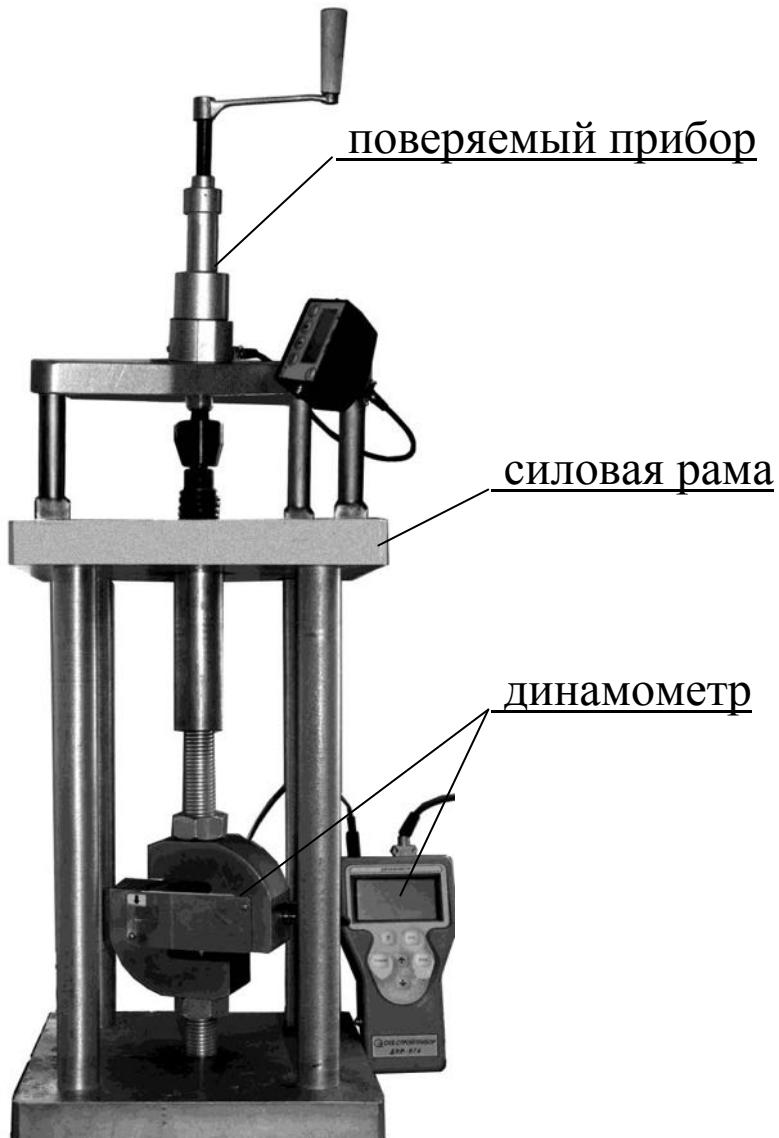

Рисунок 11 –Установка прибора при поверке
4.5.4.1 Динамометр устанавливают между нижней и верхней плитой силовой рамы, поверяемый прибор устанавливают опорами на верхнюю плиту силовой рамы. Схема установки прибора при поверке приведена на рис. 11. Вращая регулировочную гайку по часовой стрелке, выбирают зазоры в винтовых соединениях, включают питание и производят автоподстройку прибора согласно руководству по эксплуатации.